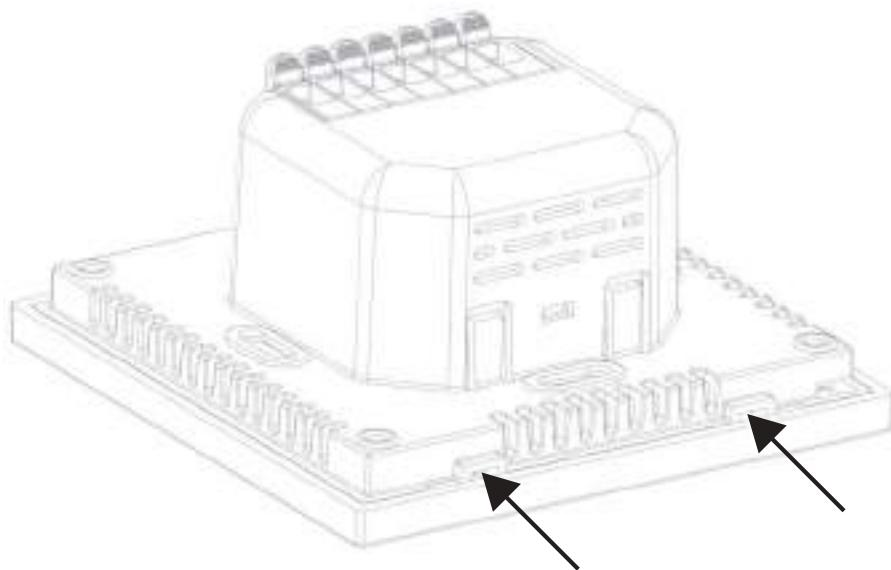

Рис. 2 Расположение пазов
1. Отсоедините лицевую часть. Для этого поочередно вставьте тонкую шлицевую отвертку в пазы в нижней части терморегулятора (рис. 2) и аккуратно надавите до срабатывания защелок.